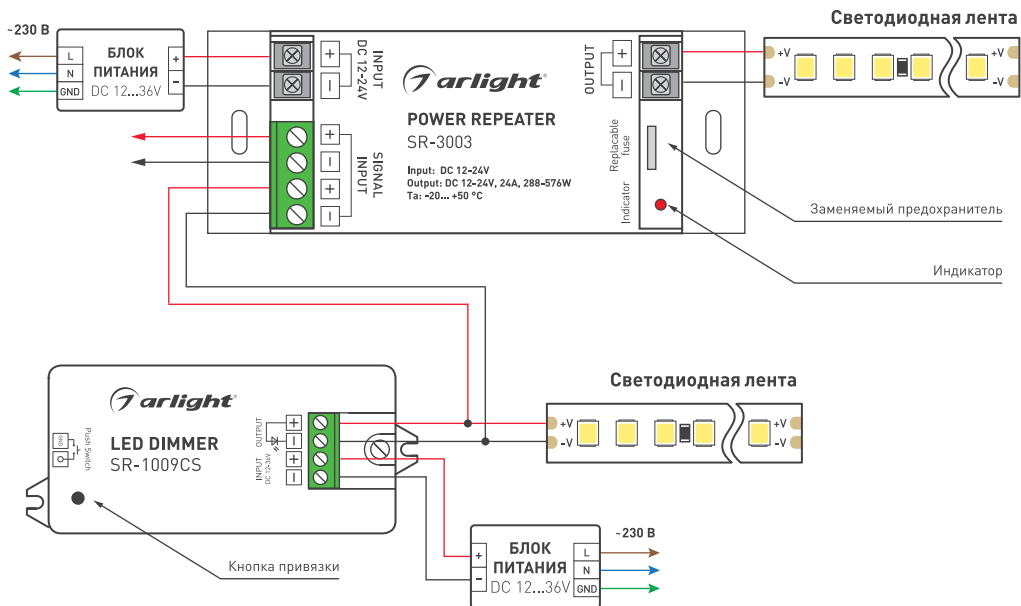

Рис. 1. Схема подключения.
- 3.3. Подключите светодиодную ленту к выходу усилителя OUTPUT согласно приведенной на Рис. 1 схеме, соблюдая полярность.